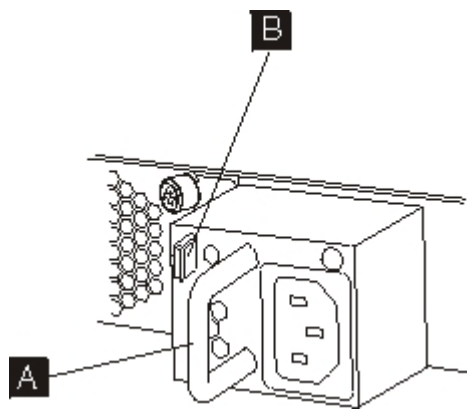
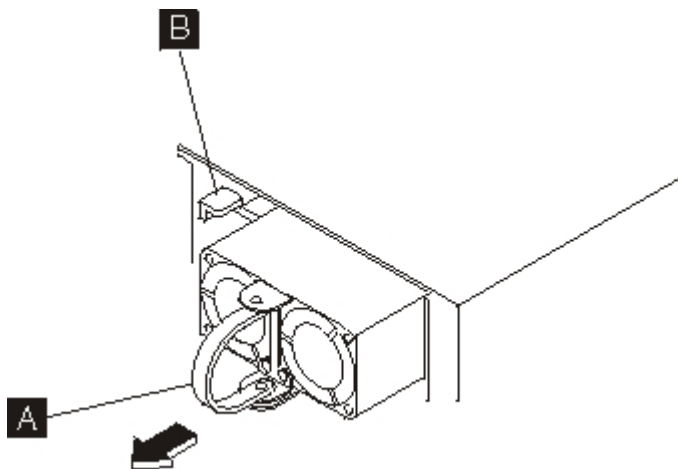

Figure 23. Retrait d'un module d'alimentation d'un dispositif Type 7198
Figure 24. Retrait d'un module d'alimentation d'un dispositif Type 7199
- a. Saisissez fermement la poignée **A** du module défectueux tout en appuyant sur le taquet de déverrouillage orange **B** vers la poignée, et maintenez le taquet de déverrouillage dans cette position comme illustré dans la figure 23 ou la figure 24, à la page 62.